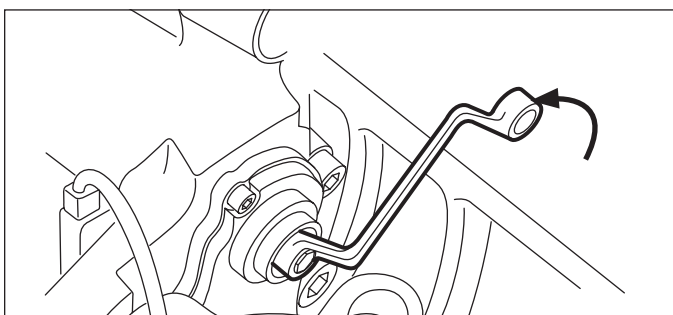

Figure 15 – Rotation antihoraire
6. Recul du réglage (augmentation du jeu) : Avec le même outil, tourner l'embout de cisaillement dans le sens antihoraire; arrêter de tourner après trois cliquetis. (Cf. Figure 15.)